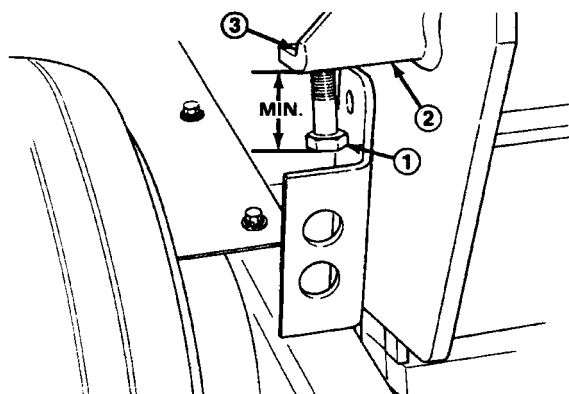

Figure 8
2. Desserrer le contre-écrou au-dessus du support de réglage (Fig. 8).
3. Visser la vis de réglage dans le support pour augmenter la profondeur d'aération, ou la dévisser pour réduire la profondeur d'aération (Fig.8).
5. La profondeur d'aération maximum recommandée s'obtient quand l'écart entre l'extrémité de la tête de la vis et le support est de 17,5 mm (Fig. 8).